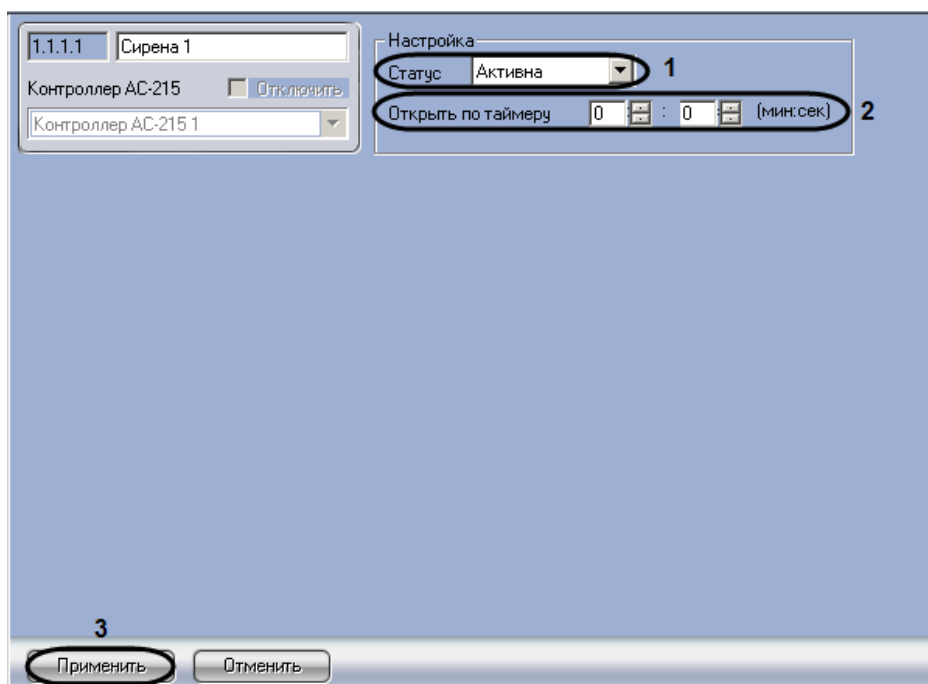

Рис. 3.6—2 Объект Сирена
2. Из раскрывающегося списка **Статус** выбрать статус сирены (см. Рис. 3.6—2, 1).
3. В поле **Открыть по таймеру** необходимо с помощью кнопок **вверх-вниз** ввести время в минутах, по истечению которого включится сирена (см. Рис. 3.6—2, 2).